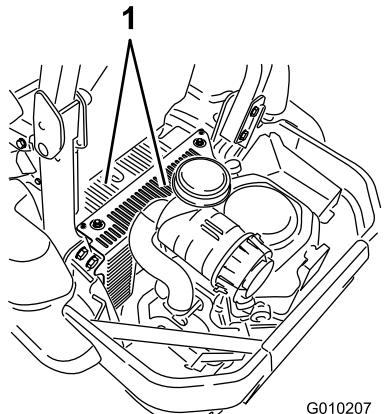

Figura 70
5. Rimuovete sporcizia ed erba dalle coperture dell'unità idraulica (Figura 70).